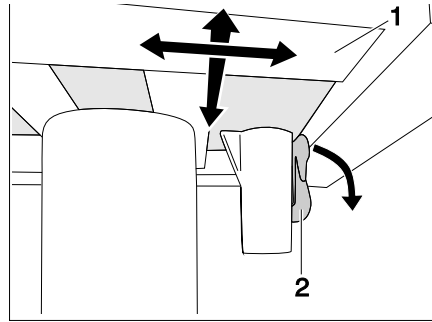

Fig. 103 Verrouillage de la table à une colonne (verrouillé)
- Pousser le levier d'arrêt (Fig. 103,2) vers le bas.
- Faire coulisser le plateau de table (Fig. 103,1) dans la position désirée.
- Pousser le levier d'arrêt (Fig. 103,2) vers le haut.